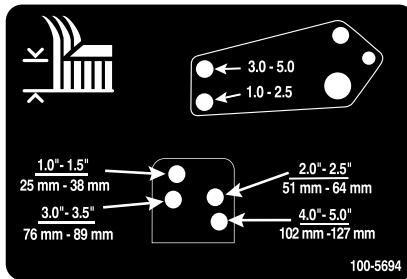
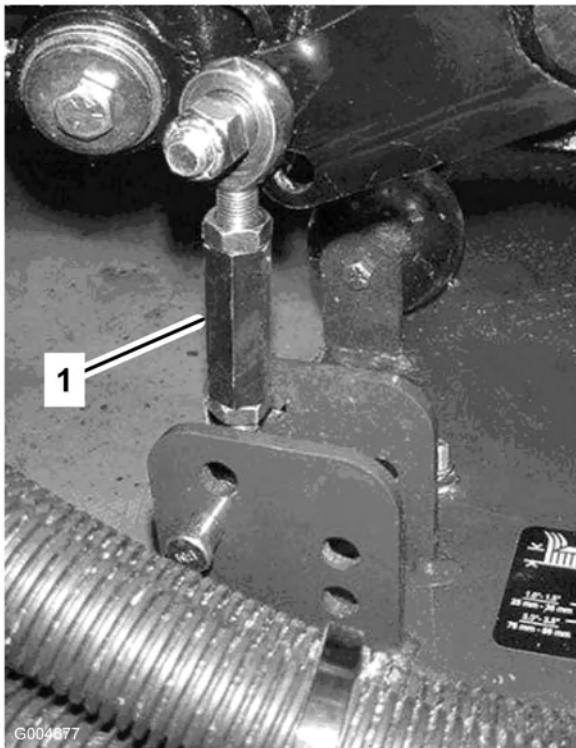

Figura 23
Figura 22
- Retire os contrapinos tipo grampo e os pinos de segurança que fixam os elementos de ligação do amortecedor aos suportes da unidade de corte (Figura 22). Alinhe os orifícios do elemento de ligação do amortecedor com os orifícios da altura de corte desejada na estrutura da unidade de corte (Figura 23) e monte os respectivos pinos de segurança e contrapinos tipo grampo.